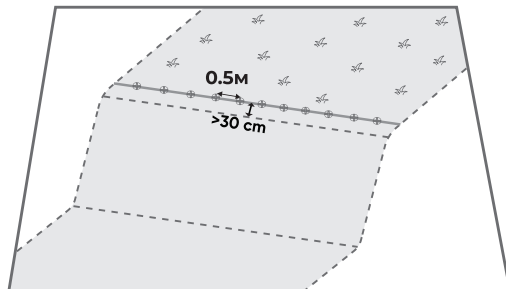

Рис. 18
- 2) Положите ленту на землю и закрепляйте ее через каждые 0,5 м с помощью комплектов фиксаторов. Убедитесь, что расстояние между виртуальной границей и физической границей превышает 30 см (рис. 18).